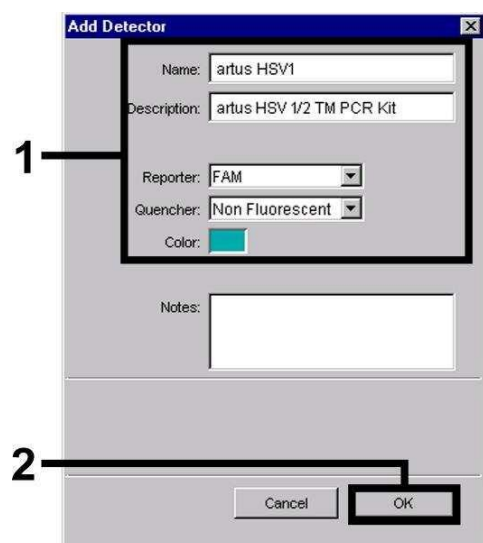
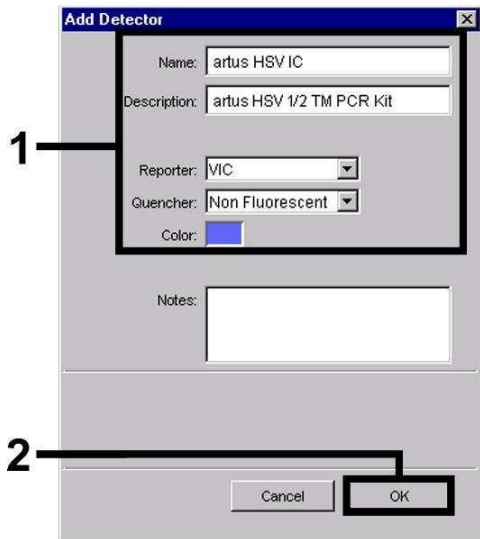
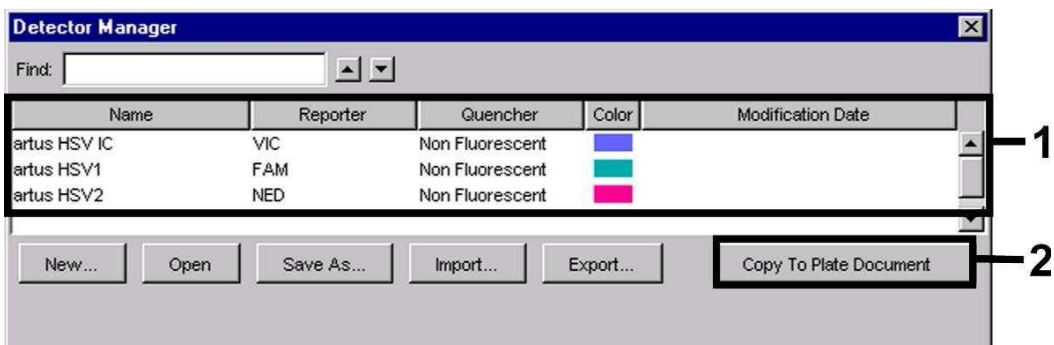

Fig. 12: Creación del fluorocromo específico del HSV1 (*Detector Manager*).
Fig. 14: Creación del fluorocromo específico del *Control interno* (*Detector Manager*) para HSV1/HSV2.
Fig. 15: Selección de los fluorocromos (*Detector Manager*).
Para detectar el ADN del HSV1 y HSV2, defina la combinación Reporter/Quencher **FAM/Non Fluorescent** así como **NED/Non Fluorescent** en la ventana que aparece ahora (como se indica en las Fig. 12 - Fig. 14). Para detectar el *Control interno* seleccione la combinación **VIC/Non Fluorescent**. Al confirmar los datos (OK), regrese al *Detector Manager*. Marque los fluorocromos recientemente seleccionados y transfiera cada selección al nivel *Setup* haciendo click sobre la opción *Copy to Plate Document* (véase la Fig. 15). Cierre la ventana (*Done*).